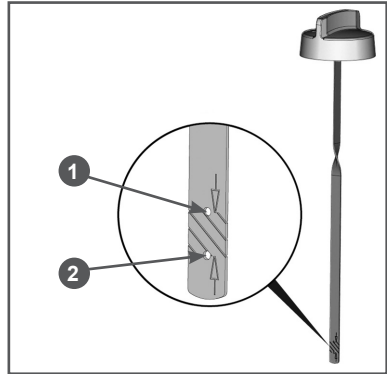

Рис. 20 Крышка-щуп маслосазливной горловины
10. Подождите 1 минуту, совместите выступы на крышке-щупе и пазы на маслосазливной горловине, установите крышку-щуп в отверстие маслосазливной горловины. Затем аккуратно вытащите щуп и осмотрите его. Уровень масла должен соответствовать верхней отметке 1 на щупе (Рис. 20).